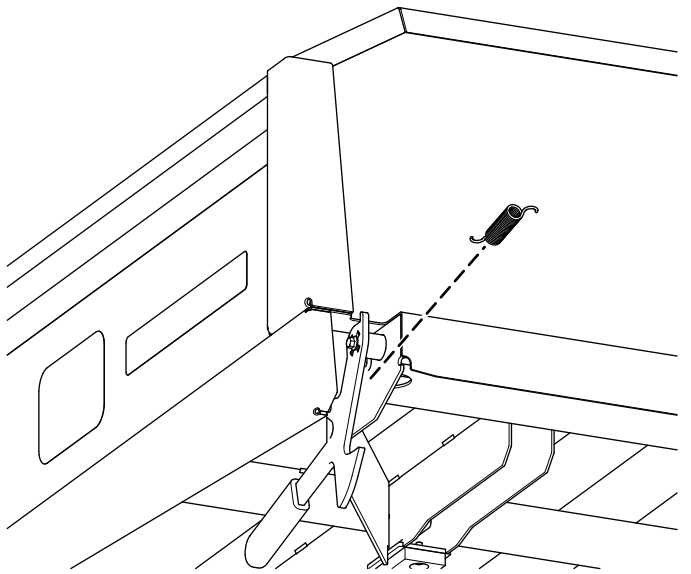

Figura 9
1. Retire el muelle del soporte del enganche (Figura 9).